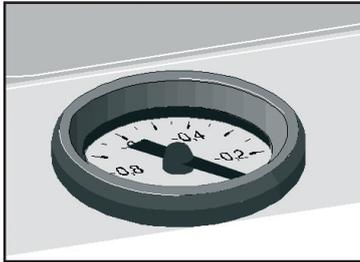
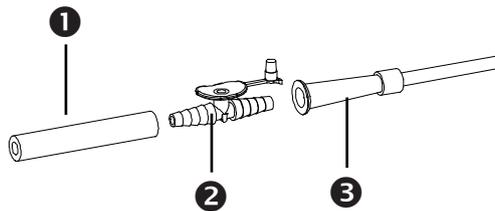

Bild 3. Vakuummeter
Bild 4.
- Stellen Sie Ihr gewünschtes maximales Vakuum ein, indem Sie die Saugschlauchöffnung (①, Bild 4) zuhalten und das Vakuum aufbauen lassen. Dann öffnen Sie das Vakuummeter (⑥, Bild 1, Seite 4) soweit, bis das Vakuummeter das gewünschte Vakuum anzeigt (Bild 3).
- Wählen Sie einen Absaugkatheter (z.B. von Unoplast, ③, Bild 4, diese sind bei ATMOS in 3 Größen erhältlich) in der richtigen Größe oder ein Absaugbesteck, das Ihnen der Fachhandel bereitstellen kann.
- Verbinden Sie den Saugschlauch (①, Bild 4) und den Absaugkatheter (③, Bild 4) mit Hilfe des Fingertip (②, Bild 4).
Hierzu müssen Sie die Schalldämpferabdeckung entfernen (Bild 3).